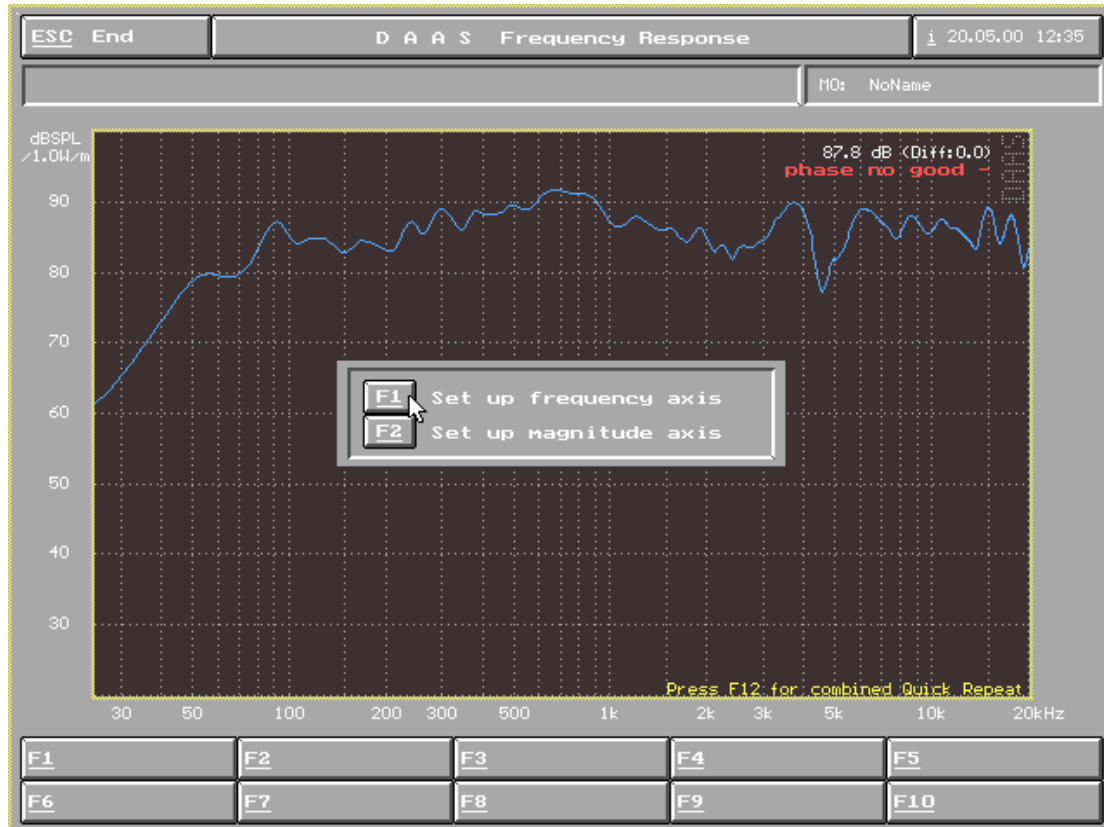

图 12
4) 点击 F8 DispL range 调整纵横向座标及分辨率 (图 12)